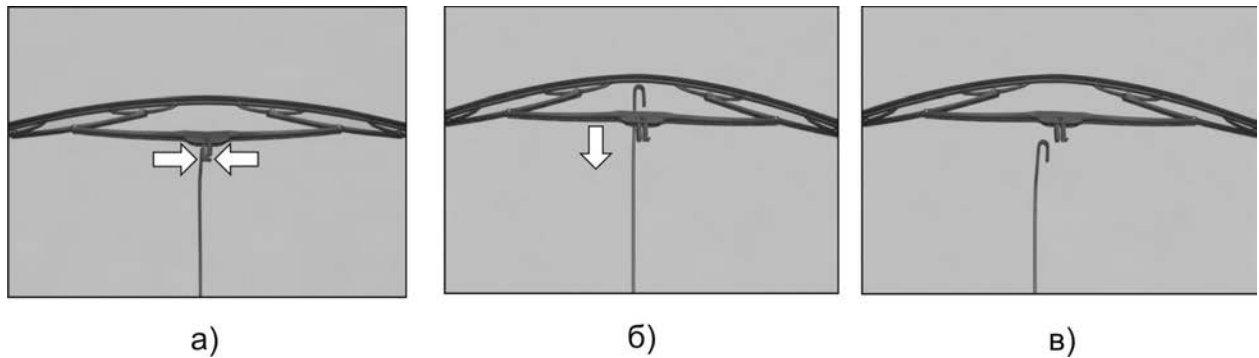

Рис. 7.36. Замена щеток стеклоочистителя
- прижать концы пластмассового зажима, согласно стрелкам показанным на рис. 7.36,а ;
- скользящим движением продвинуть щетку по рычагу по направлению стрелки (рис. 7.36,б) и снять щетку (рис. 7.36,в);